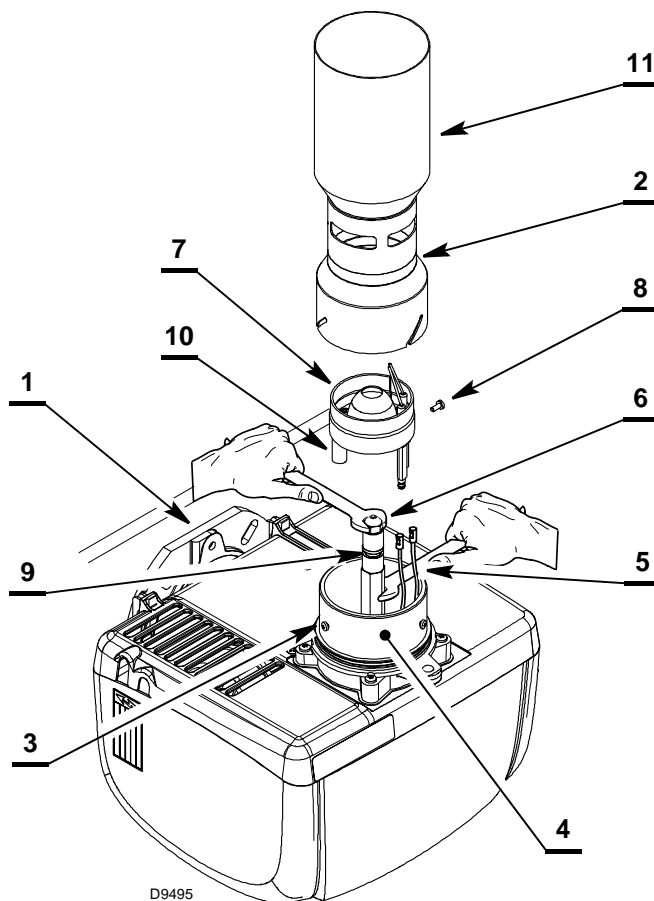
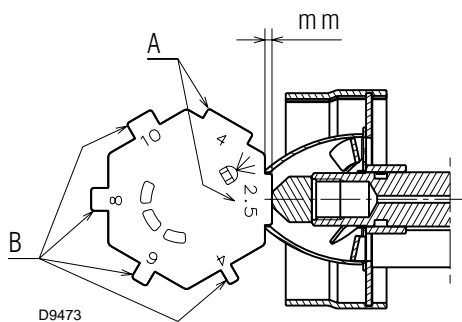

Fig. 24
Fig. 26
- accrocher le brûleur à la bride 1) (Fig. 24).
- accrocher le brûleur à la bride 1) (Fig. 24) et desserrer les trois vis 3) ;
SOUTENIR LE PORTE-GICLEUR À L'AIDE D'UNE CLÉ (Fig. 24).
- Vérifier, à l'aide du gabarit fourni 2) (Fig. 26), le positionnement correct du groupe tête 1), selon les indications reportées dans le Tab. B.
- Monter la buse 2) (Fig. 24) et la fixer avec les vis 3) à un couple égal ou inférieur à 0,8 Nm, en ayant soin de régler l'ouverture des orifices comme indiqué dans le Tab. A page 16 (utiliser le gabarit fourni) (Fig. 26).